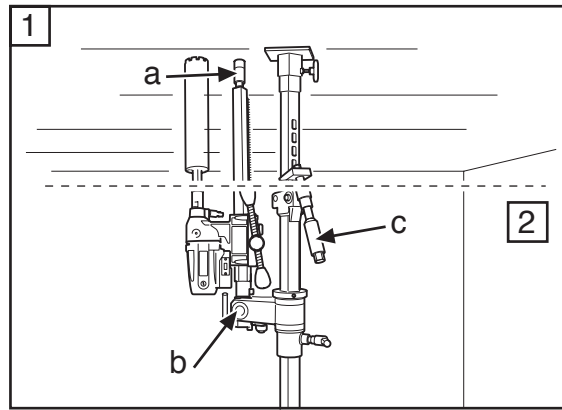

Fig. 13
3. Verifique se o parafuso de escora (a) na coluna de perfuração está na posição enroscada. Levante a coluna de perfuração e bloqueie-a na vertical com a porca de 30 mm (b) (Fig. 13).
3. Check that the support column screw (a) in the drill column is screwed in. Fold up and lock the drill column in the vertical position with the 30 mm nut (b) (Fig. 13).
5. Enrosque o parafuso de escora contra o tecto para fixar a coluna de perfuração em posição, e fixe-a com a porca de segurança de 30 mm (a) (Fig. 13). Use um calço de madeira ou similar como separador.
5. Screw in the support column screw against the ceiling to secure the drill column in position, secure with the locking nut 30 mm (a) (Fig.13). Use a wooden batten or the like as packing.